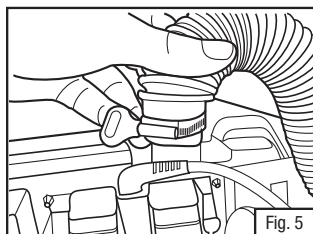

Fig. 5
2. Deslice ese extremo del tubo sobre la salida de la unidad PAPR Turbo hasta que yacza firme contra la caja del ventilador con motor. (Fig. 5).